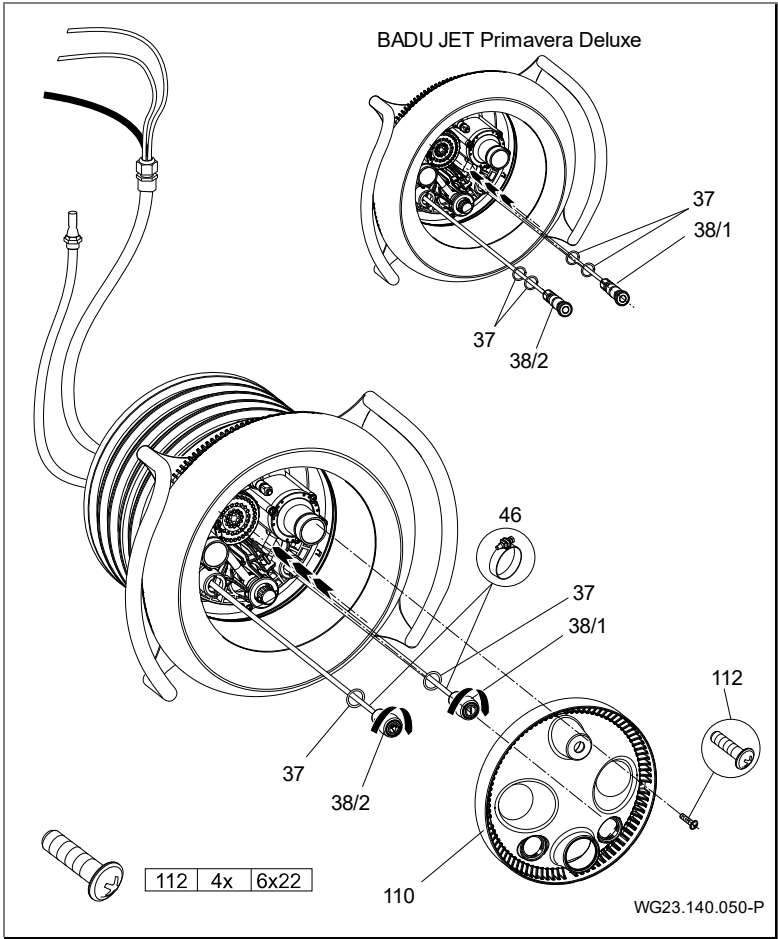

Fig. 20
boutons-poussoirs pneumatiques dans le boîtier de buses et verrouiller en tournant en sens horaire. (Fig. 20)
10. Aligner l'enjoliveur en acier inoxydable (93.1) sur les plots de centrage en surplomb sur les évidements disponibles dans le carter d'aspiration (93). Tenir compte du marquage "OBEN" (HAUT) sur l'enjoliveur en acier inoxydable. Pour le blocage de l'enjoliveur, replier les deux languettes latérales latéralement vers l'arrière avec un tournevis. (Fig. 20)